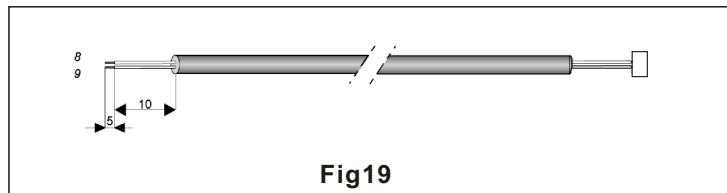

Fig.19
5. Préparez l'extrémités du câble à double-fil pour le branchement comme indiqué à la fig. 19.
6. Disconnect the resistor (5) from indoor unit twin wire cable (3) and connect the twin wire cable (6) connector instead.
7. Connectez l'autre extrémités du câble à double-fil au terminal à double-fil des éléments intérieur (9).